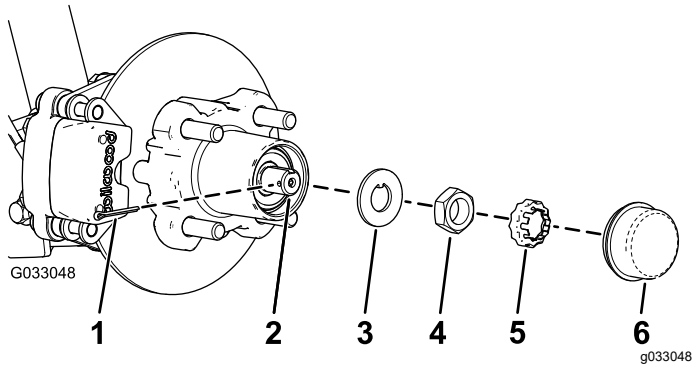
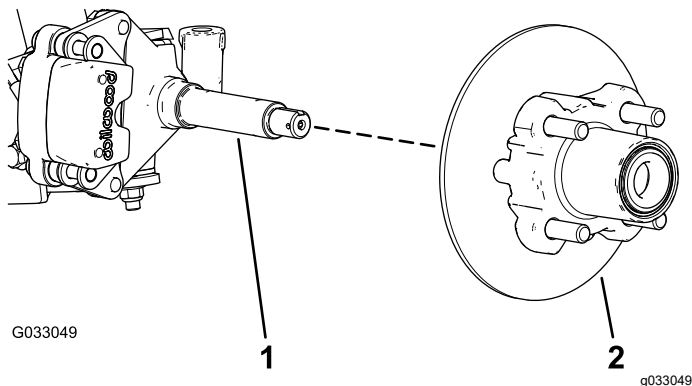

Figure 30
Figure 31
4. Retirez le couvre-moyeu du moyeu (Figure 30).
5. Retirez la goupille fendue et le frein d'écrou de la fusée et de son écrou (Figure 30).
6. Enlevez l'écrou de la fusée, et séparez l'ensemble moyeu et rotor de la fusée (Figure 30 et Figure 31).